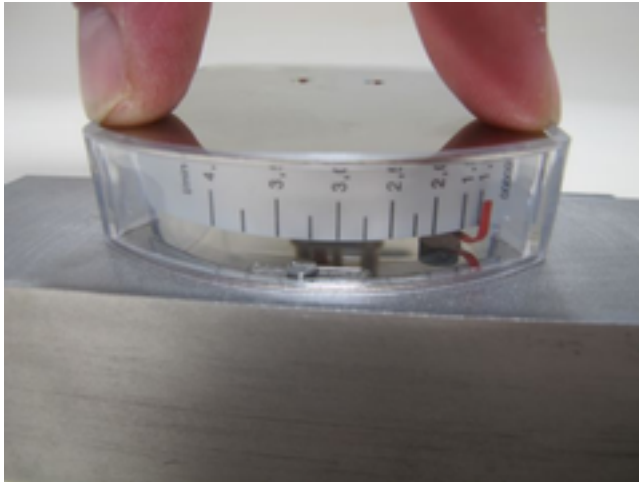

Abb. 76:
- 26.** ▶ Anzeige-Deckelplatte in das Kunststoffgehäuse einlegen und vorsichtig drücken (Abb. 76) bis diese einrastet